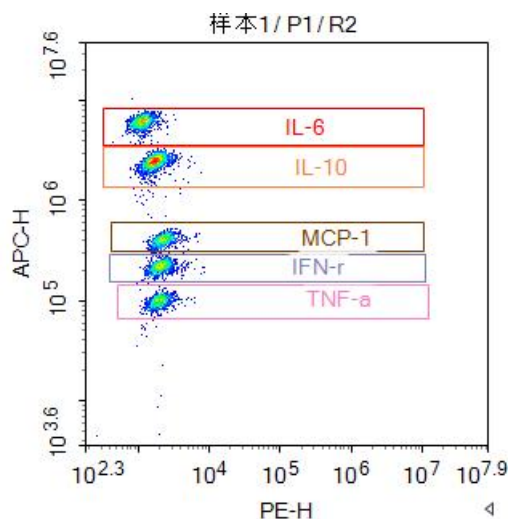
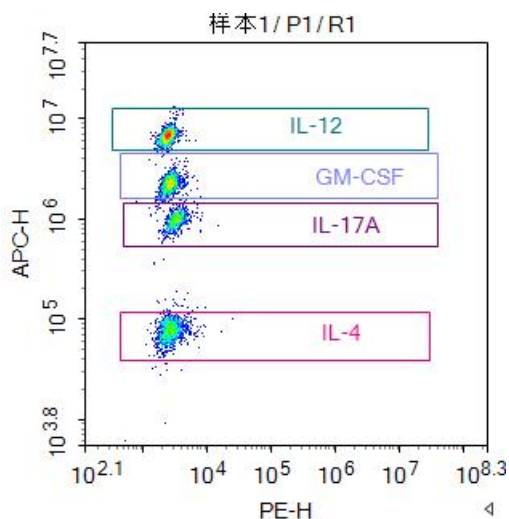
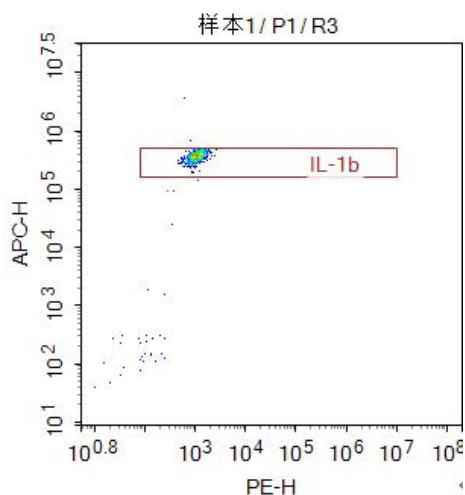

图3
图4
图 5
- (3)建立 PE (X 轴) 和 APC(Y 轴)的对数密度图模板，分别显示 R1 门,R2 门和 R3 门内微球，使得微球群能够清楚和明显的分布于散点图上，显示各因子 PE 荧光强度。如图 3，图 4，图 5。
调节PE PMT电压，使所有微球群右侧不压线，左侧位于PE轴检测范围内（图3，4，5）。